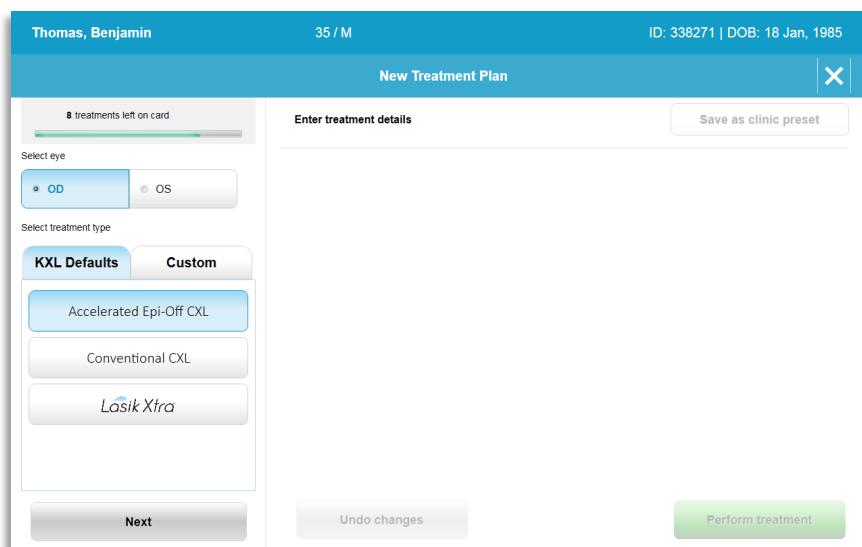

Figura 3-5. Selecione Olho
- Quando o olho é selecionado, o campo será realçado a azul tal como mostrado na figura 3-5.
- O sistema está pré-programado com 3 planos de tratamento predefinidos KXL tal como mostrado na figura 3-5: